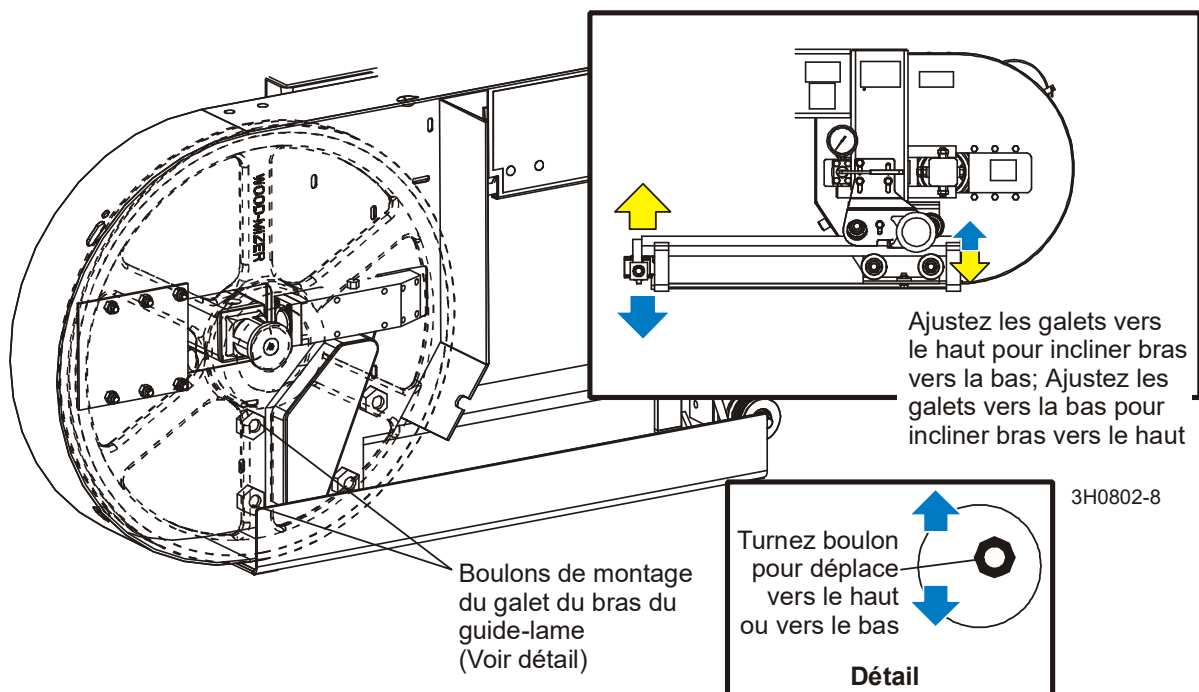

FIG. 7-7
**Voir Figure 7-7.** Enlevez le carter de protection de la lame pour avoir accès aux boulons de montage du galet du bras du guide-lame. Pour ajuster les galets, desserrez les contre écrous de l'autre côté du boîtier de la lame et tournez les boulons de montage. Pour incliner le bras du guide de lame vers le bas, ajustez les galets externes supérieurs et inférieurs vers le haut. Pour incliner le bras du guide de lame vers le haut, ajustez les galets externes supérieurs et inférieurs vers le bas. Resserrez les contre écrous et re